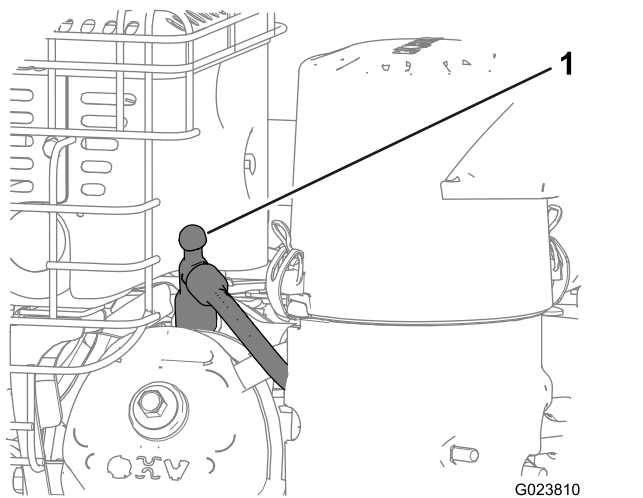

Figura 22
3. Desligue o fio da vela de ignição e mantenha-o afastado da vela para evitar a ligação acidental (Figura 22).